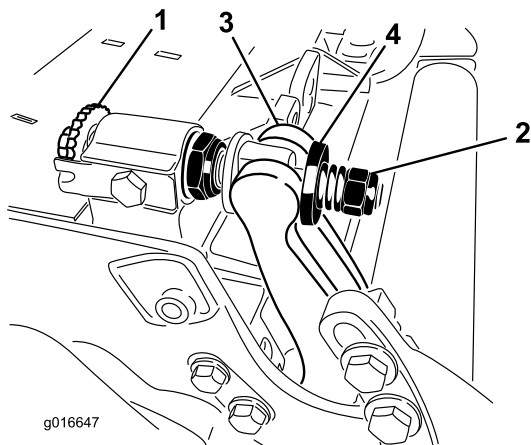

図 34
1. ベッドバー調整ねじを左に回して下刃とリールの接触を完全になくす 図 34。
2. スプリングテンションナットをゆるめて、ワッシャがベッドバーを全く押さないようにする 図 34。